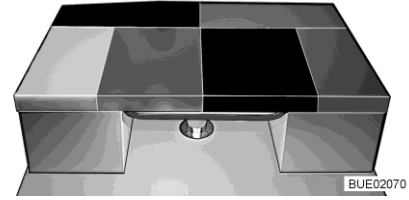

Bild 157 Nach dem Umbau
- Das Zusatzpolster auf den Tisch legen (siehe Bild 157). Die abgeschrägte Polsterseite dabei am Seitensitz der L-Sitzgruppe anlegen.